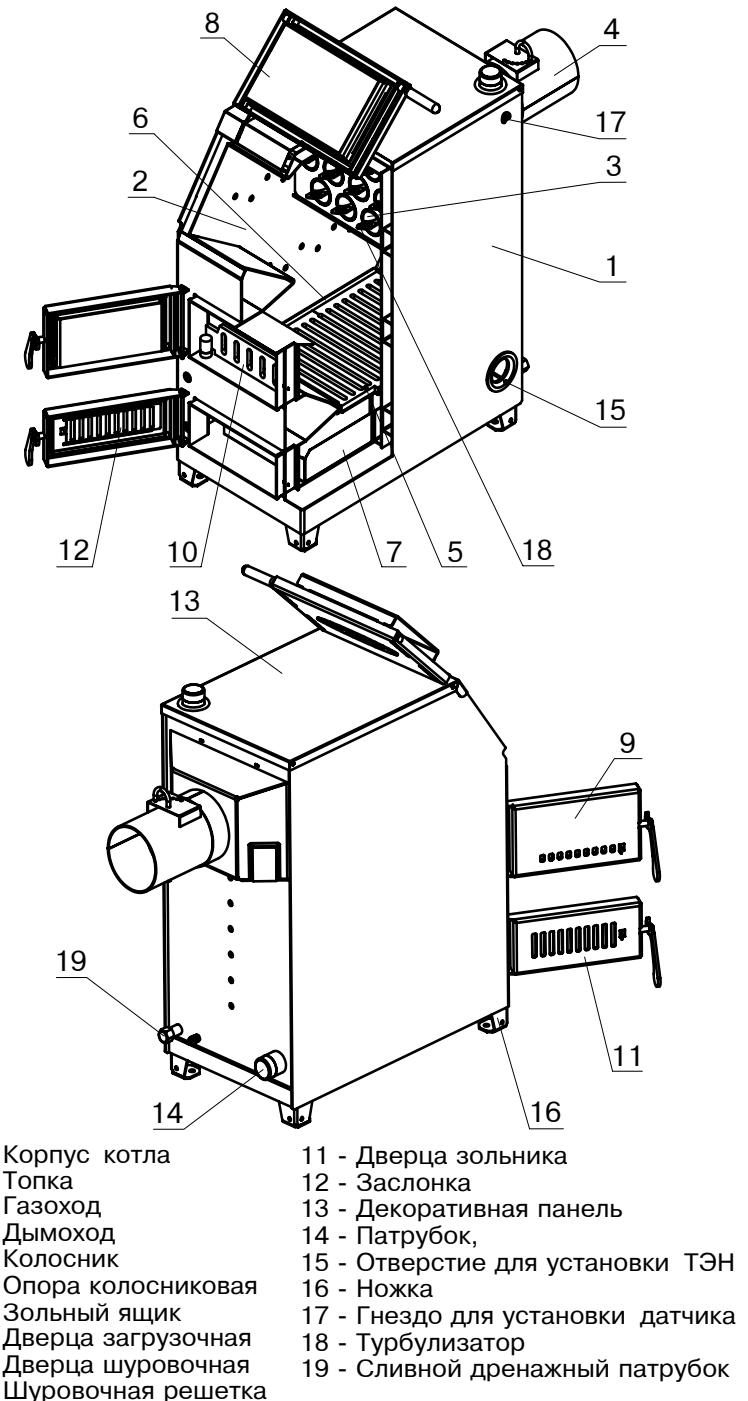

Рис.1 Конструкция отопительного котла
4.6.4. Эксплуатировать котел при неполном заполнении системы отопления водой и с открытыми дверцами (поз. 8, 9) (см. рис.1).
5.1 Котел (рис.1) состоит из корпуса (поз. 1), топки (поз. 2), газохода (поз. 3), дымохода (поз. 4). В нижней части топки устанавливаются колосники (поз. 5) на опоры (поз. 6) и зольник (поз. 7). К передней стенке корпуса котла на осях присоединяются загрузочная дверка (поз. 8), шуровочная дверка (поз. 9), и дверка зольника через которые производится загрузка топлива, чистка колосниковой решетки (поз. 5) и удаление золы из зольника. Чистка газоходов осуществляется стальным ершиком. В шуровочной и зольной дверках котла встроены воздушные задвижки (поз. 12,13) для регулировки подачи воздуха в топку.
5.2 Котлы являются универсальными и работают на твердом топливе (угле и дровах). В нижней части котла (рис.1) вместо заглушки (поз.16) может устанавливаться блок ТЭН 3...9 кВт.